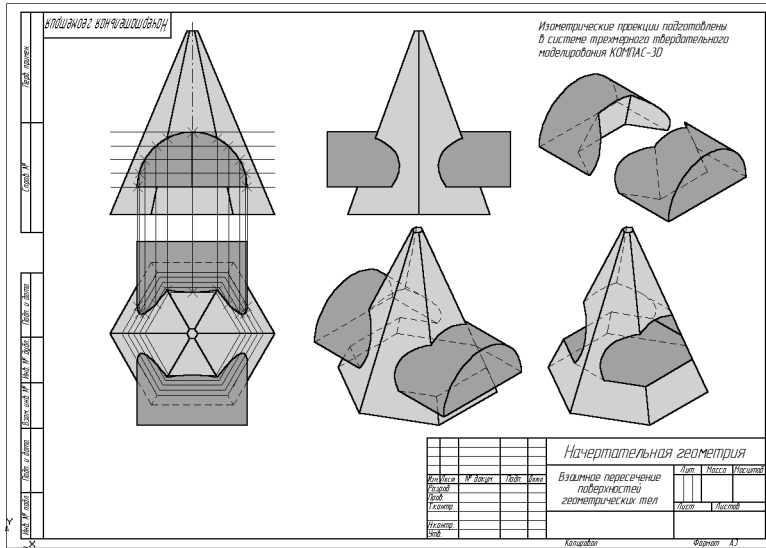

Рис. 4
- Примеры выполнения заданий по дисциплине "Начертательная геометрия". На рис. 4 показан пример построения взаимного пересечения поверхностей геометрических тел.